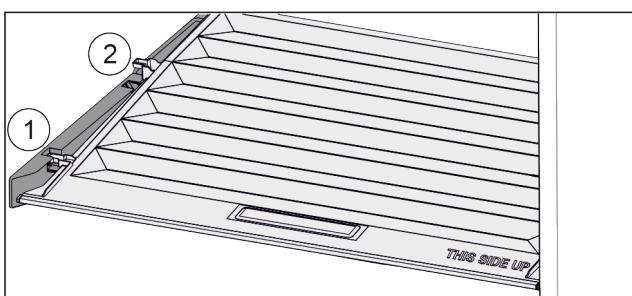

Fig. 114
- Veko potiahnite dopredu až k otvoru v prídržných dieloch Fig. 114 (1).
- Vzadu ho nadvihnite zospodu a zložte smerom nahor Fig. 114 (2).